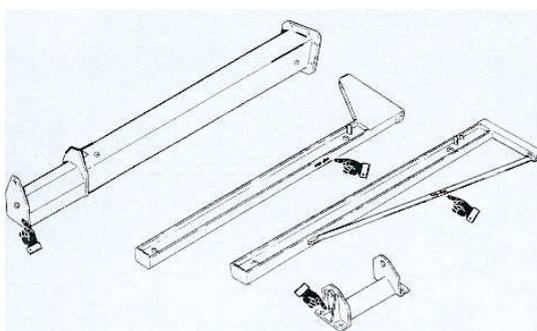

fig. 11
- Las partes de carpintería de la grúa de bandera (columna o ménsula y brazo), por lo general, se suministran sin embalaje; en las columnas y en las ménsulas están presentes los puntos de enganche para facilitar su manipulación durante las operaciones de instalación (fig. 11).